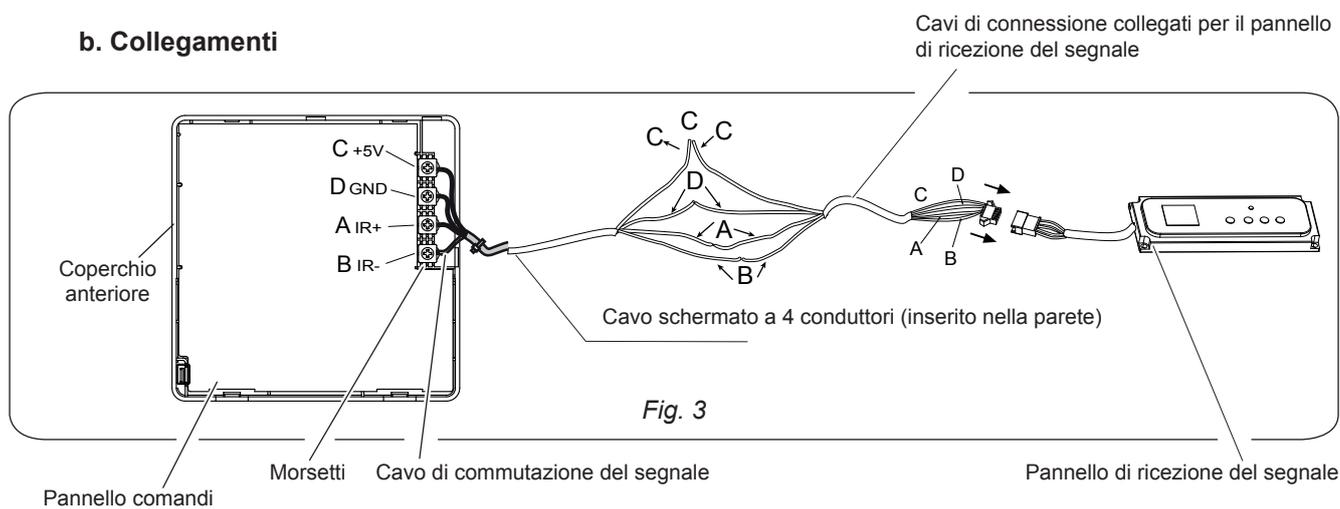

Fig. 3
1. COLLEGARE DUE TERMINALI DI CAVI SCHERMATI A 4 CONDUTTORI CON I CAVI DI COMMUTAZIONE DEL TELECOMANDO E DELLA SCHEDA DI RICEZIONE DEL SEGNALE. ASSICURARSI CHE LA SEQUENZA DI 4 TERMINALI (A / B / C / D) CORRISPONDA ALLA SEQUENZA DI CAVI DI COMMUTAZIONE DEL SEGNALE (A / B / C / D). (fig. 3)